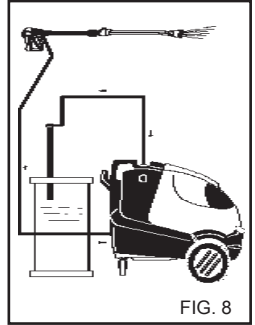

FIG. 8
- 3) Nach einem Waschvorgang mit Reinigungsmittel den Absaugzyklus nachspülen; das Absaugrohr (Fig. 8) in einen Kanister mit sauberem Wasser stecken und die Pumpe bei völlig geöffnetem Dosierungshahn und bei Lanze in Reinigungsmittel-Abgabeposition eine Minute lang laufen lassen.
4) Nach einem Waschvorgang mit Reinigungsmittel den Absaugzyklus nachspülen; das Absaugrohr (Fig.8) in einen Kanister mit sauberem Wasser stecken und die Pumpe bei völlig geöffnetem Dosierungshahn und bei Lanze in Reinigungsmittel-Abgabeposition eine Minute lang laufen lassen.